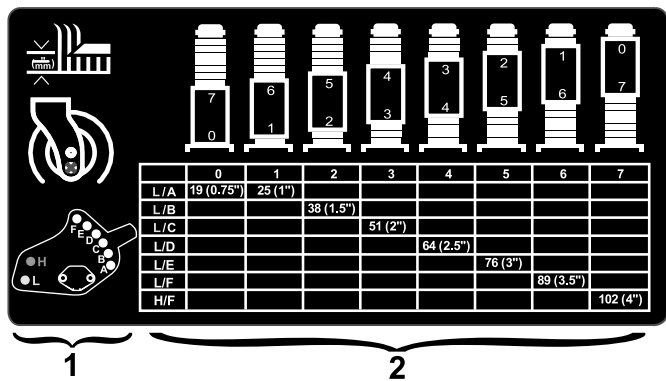

図 19
2. 通常の刈高設定については、刈高デカル 図 19 を参照のこと。
- 希望する刈高に合わせて 図 19 に示す位置にボルトを取り付けナットを 60 N·m (23kg·m = 44 ft·lb) にトルク締めする。
- キャストフォークの調整を行うには、左右の前キャストシャフトについている刈高キャップを取ってシャフトのハブについているスペーサの数を調整する 図 19。